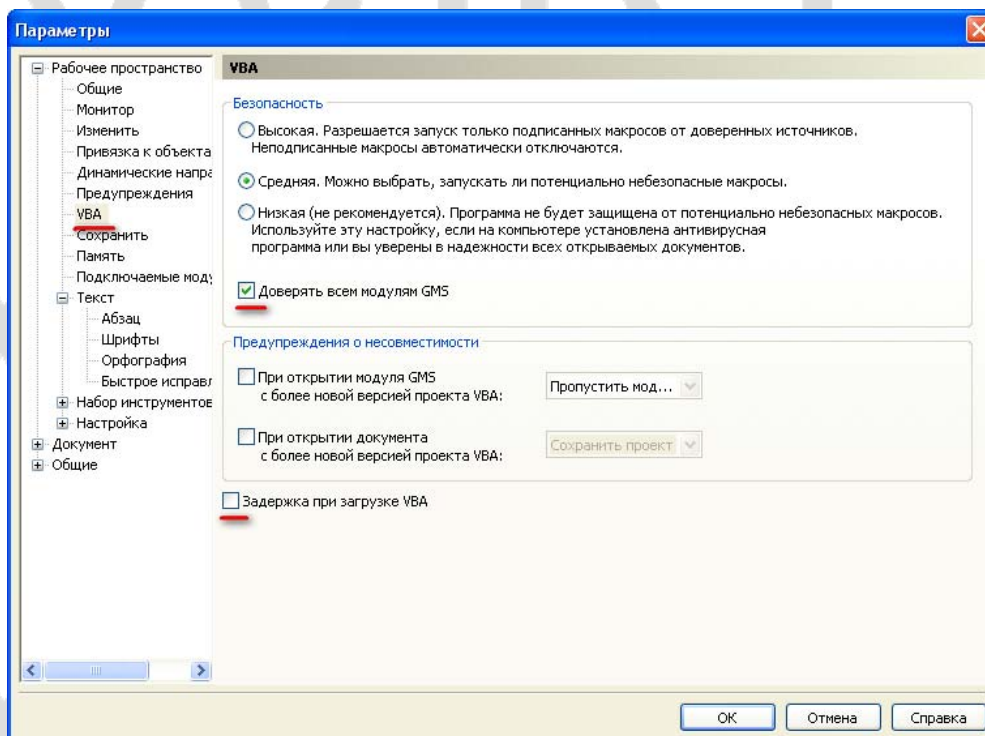

Рис. 6
2. В разделе VBA, как показано на Рис. 6, необходимо установить "галку" в опции "Доверять всем модулям GMS" и снять "галку" в опции "Задержка загрузки VBA". Закройте настройки и перезапустите CorelDraw.